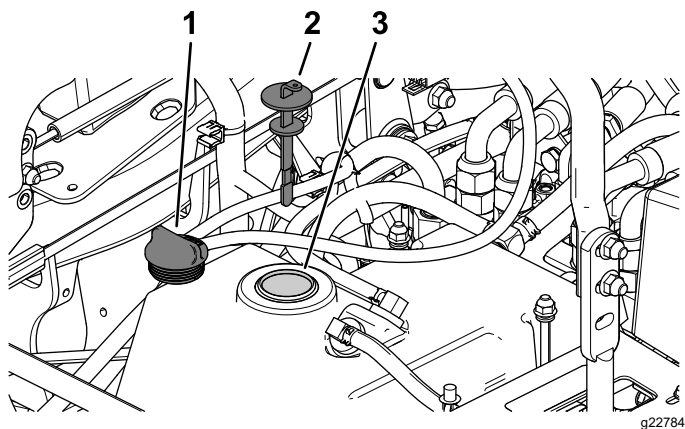

Figure 61
5. Retirez le bouchon du réservoir hydraulique (Figure 61).
6. Retirez la jauge et essuyez-la sur un chiffon propre (Figure 61).